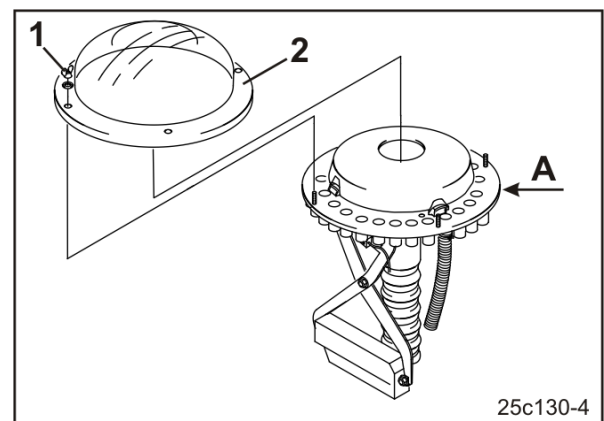

Bild 279
5. Lossa vingmuttrarna (Bild 279/1) och ta av den genomskinliga plastkåpan (Bild 279/2) från fördelarhuvudet.
7. Föroreningar mellan bottenplattan och styrplattan (Bild 279/A) avlägsnas med tryckluft.
8. Montera plastkåpan (Bild 279/2).
9. Fäst plastkåpan med vingmuttrarna (Bild 279/1).